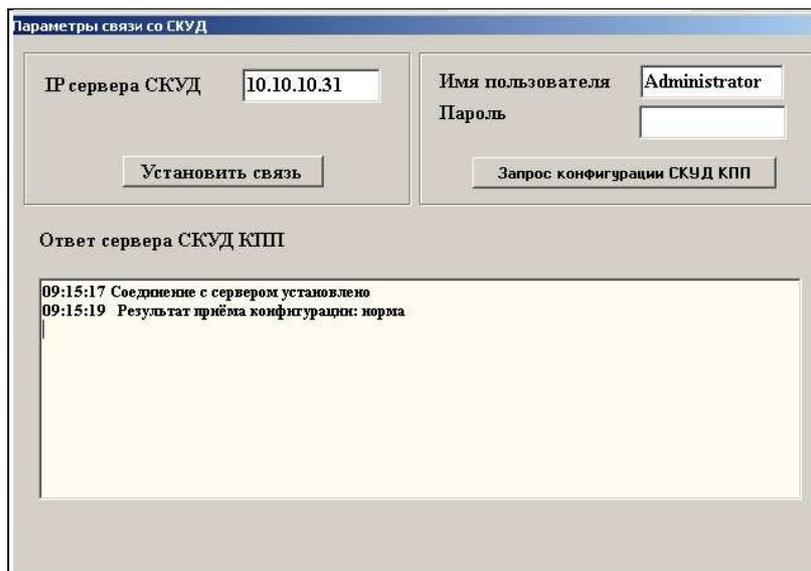

Рис. 8.50
- предназначена для установления и проверки связи между ЭВМ ПУ (ЭВМ НК) и сервером СКУД КПП с указанным IP-адресом. В случае удачного соединения в поле «Ответ сервера СКУД КПП» появится сообщение: «Соединение с сервером установлено. Результат норма» (см. Рис. 8.50) В случае неудачного соединения высветится сообщение: «Внимание! Ошибка соединения с сервером».